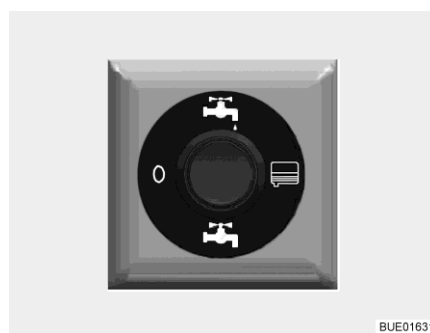

Fig. 173 Interruttore di comando per rubinetto di scarico ad azionamento elettrico
- Spingere in alto l'interruttore di comando (Fig. 173). Le acque grigie vengono scaricate.
- Dopo la completa fuoriuscita delle acque grigie, spingere in basso l'interruttore di comando (Fig. 173).
- Portare l'interruttore di comando (Fig. 173) in posizione "0" (spento).